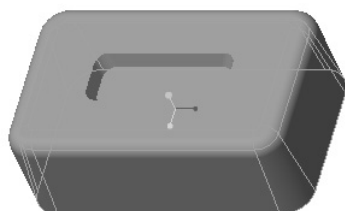

图 7-65 完成创建所需的相切拔模曲面
8) 单击 (确定) 按钮，从而完成创建该相切拔模曲面，结果如图 7-65 所示。